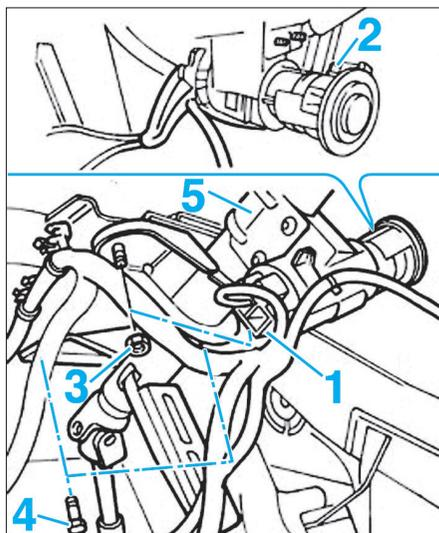

FIG. 7
- [1]. Outil de blocage et de repérage (réf Fiat : 1.870.761.000) (Fig.7).
- Débrancher les connecteurs (1) et (2) (Fig.7).
- Déposer les écrous (3) et les vis (4).
- Déboîter la colonne de direction (5) du boîtier de direction puis la déposer.